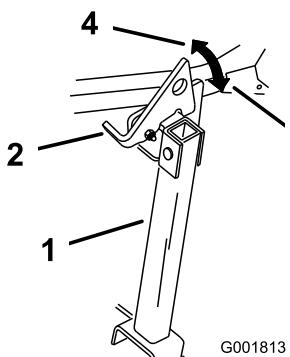

Bild 46
2. Heben Sie den Riegel in die entsicherte Stellung an (Bild 46).